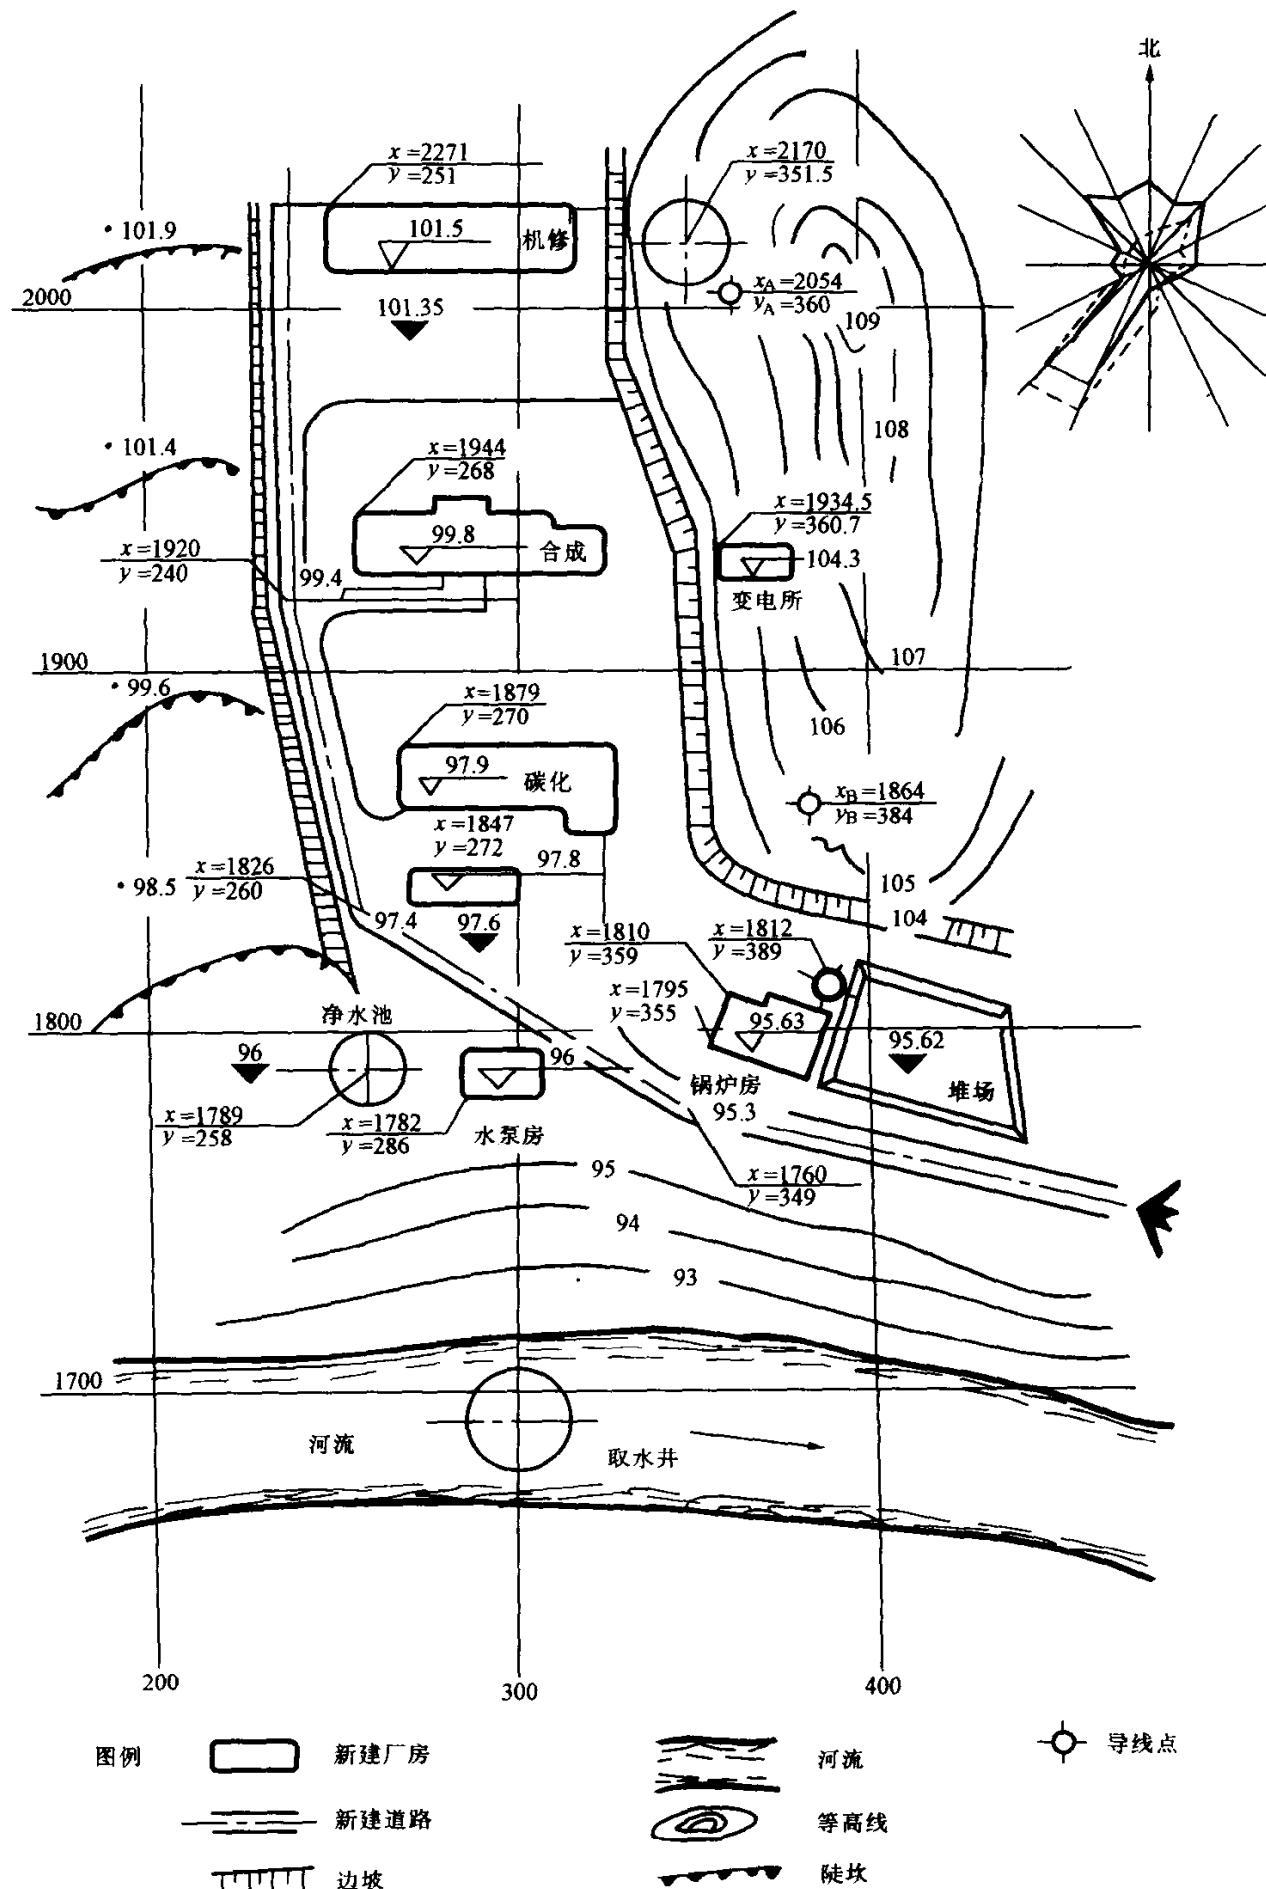

图 1-2 工厂总平面图
当地形复杂时，要了解地形地貌。图 1-2 为某工厂的总平面图。从等高线可以看出：东北部较高，西南部略低，东部有一个山头，西部为四个台地。主要厂房建在中部缓坡上，锅炉房等建在较低地段。
了解各新建房屋的室内外高差、道路标高、坡度以及地面排水情况（如图 1-2 所示），查看房屋与管线走向的关系，管线引入建筑物的具体位置，查找定位依据。
1) 标注测量坐标：在地形图上绘制的方格网叫测量坐标网，与地形图采用同一比例尺，以  $100m \times 100m$  或  $50m \times 50m$  为一方格，竖轴为 X，横轴为 Y。一般建筑物定位应注明两个墙角的坐标，例如图 1-2 中的锅炉房。如建筑物的方位为正南北向，可只注明一个角的坐标，
例如图 1-2 中的机修、合成等车间。放线时应以现场已有导线点的坐标为依据，例如图 1-2 中 A、B 两导线点，用仪器导测出新建房屋的坐标。